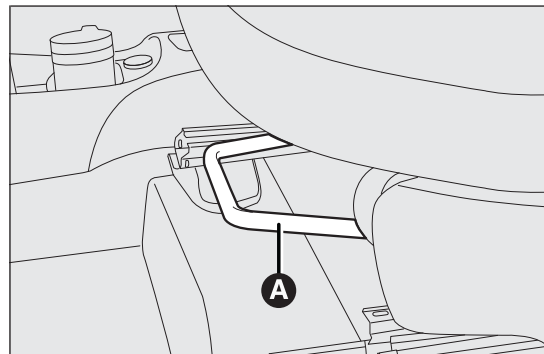
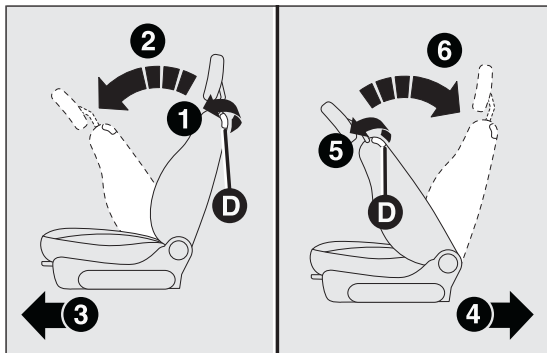

РИС. 31
РИС. 34
Поднять рычаг А РИС. 31 и подтолкнуть сиденье вперед или назад: руки водителя должны лежать на ободу рулевого колеса.
Чтобы сложить спинку, воздействовать на рычаг D РИС. 34 (движение 1) и протолкнуть спинку вперед до ее блокировки (движение 2).
- воздействовать на рычаг D РИС. 34 (движение 5);
ПРЕДУПРЕЖДЕНИЕ Использование рычага D РИС. 34 до блокировки сиденья в изначальном положении вызывает утерю начального положения сиденья. В таком случае необходимо отрегулировать положение сиденья с помощью рычага продольной регулировки А РИС. 31.